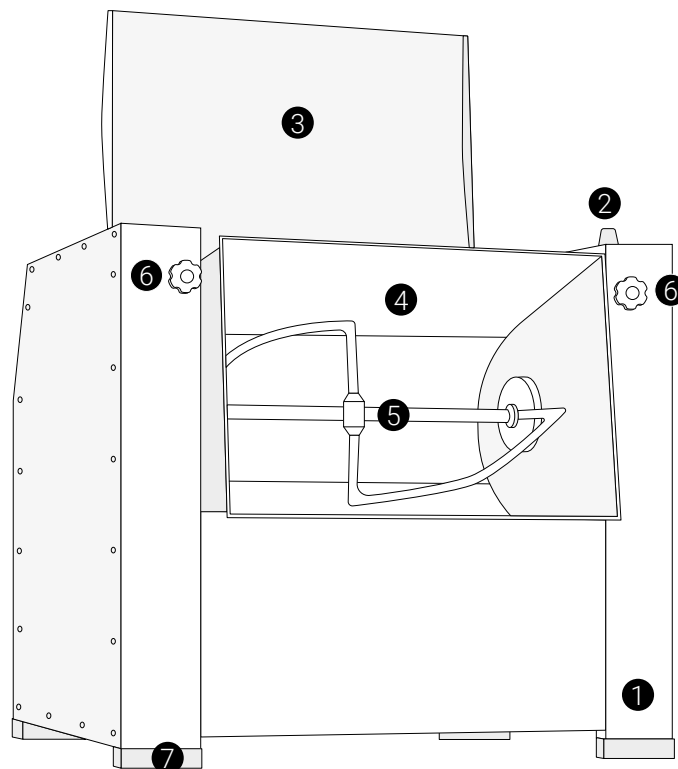

Рис. 1
**5.1.1.** Тестомесильная машина. Вид общий: рис. 1 (может незначительно отличаться в зависимости от модификаций).
- ❶ Корпус.
**10.4.** Откинуть крышку 3 дежи 4 (см. рис. 1).
**10.6.** Закрыть дежу 4 крышкой 3 (см. рис. 1).
**10.7.6.** Открыть крышку 3 (см. рис. 1).
**10.7.7.** Снять ручкой/ручками 6 (см. рис. 1) фиксацию дежи с последующим её опрокидыванием (наклоном).
**10.8.6.** Открыть крышку 3 (см. рис. 1).
**10.8.7.** Снять ручкой/ручками 6 (см. рис. 1) фиксацию дежи с последующим её опрокидыванием (наклоном).